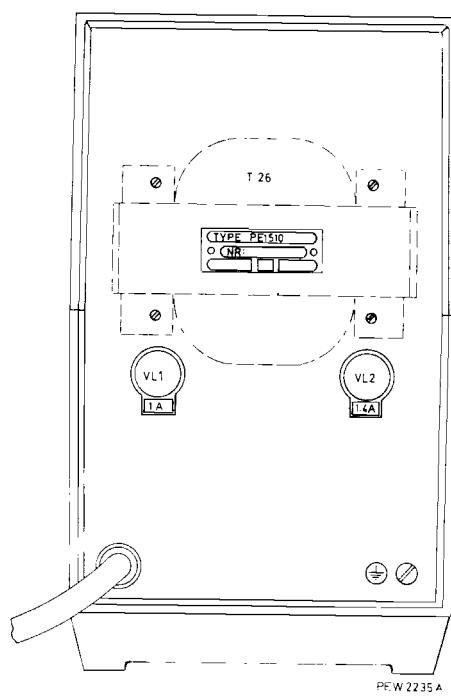

Fig. 2
N.B. Contrôler si les fusibles corrects sont apportés dans les supports sur la platine arrière de l'appareil (figure 2).